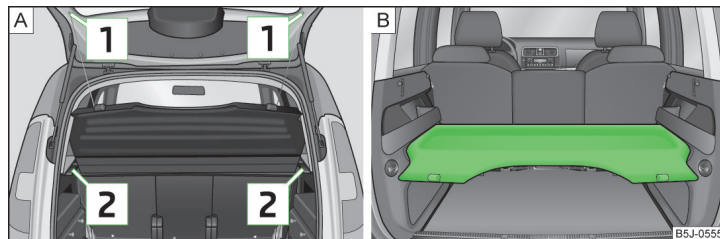

Fig. 64 Demontarea măștii portbagajului / masca portbagajului în poziție inferioară
- Desprindeți benzile de susținere **1** » fig. 64.
Masca portbagajului poate fi așezată și în poziție inferioară, pe elementele de rezemare » fig. 64 - **B**.